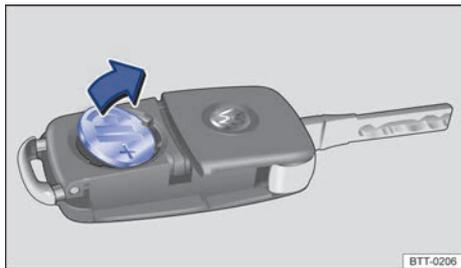

Fig. 21 Llave del vehículo con mando a distancia: retire la pila.
- Retire la pila de su alojamiento con una herramienta adecuada → **fig. 21**.
- Coloque la nueva pila según lo indicado → **fig. 21** y presiónela en el sentido contrario al de la flecha hacia dentro de su alojamiento → ⌚.